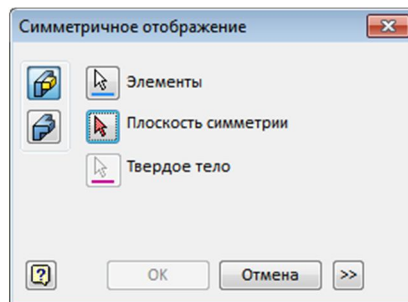

Рис. 1.13.
9. Создайте на противоположной стороне цилиндра такой же элемент. Можно создать его точно также как и первый, но лучше его построит путем создания зеркального отображения первого. Выберите в Браузере три элемента и с помощью команды «Зеркальное отображение» . Появится окно «Симметричное отображение» (рис. 1.13).